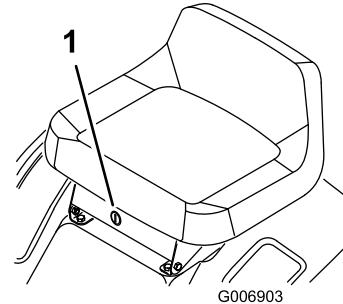

Figure 12
S'il est nécessaire d'utiliser la commande des lames (PDF) en marche arrière, désactivez ce dispositif de sécurité à l'aide du commutateur KeyChoice situé près du support du siège (Figure 12).
- Introduisez la clé KeyChoice dans le commutateur (Figure 12).